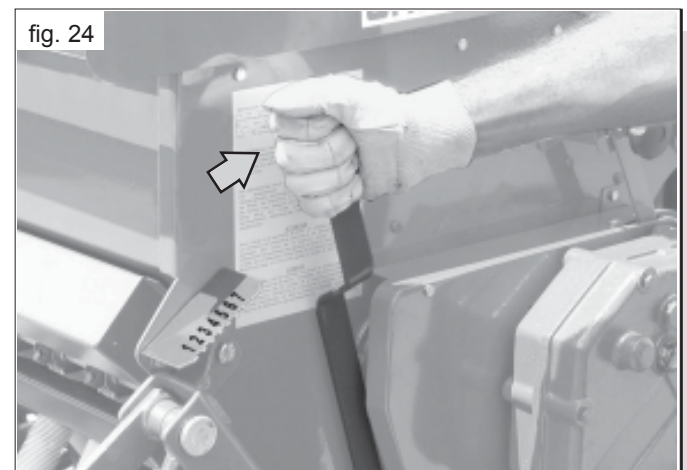

fig. 24
- Per grandi quantità è consigliabile utilizzare la manovella sul cambio per ruotare l'asse agitatore, controllando così la quantità in scarico sulle vaschette; per le piccole quantità da scaricare, spostare la leva dei tastatori oltre la posizione 7 (Fig. 24).